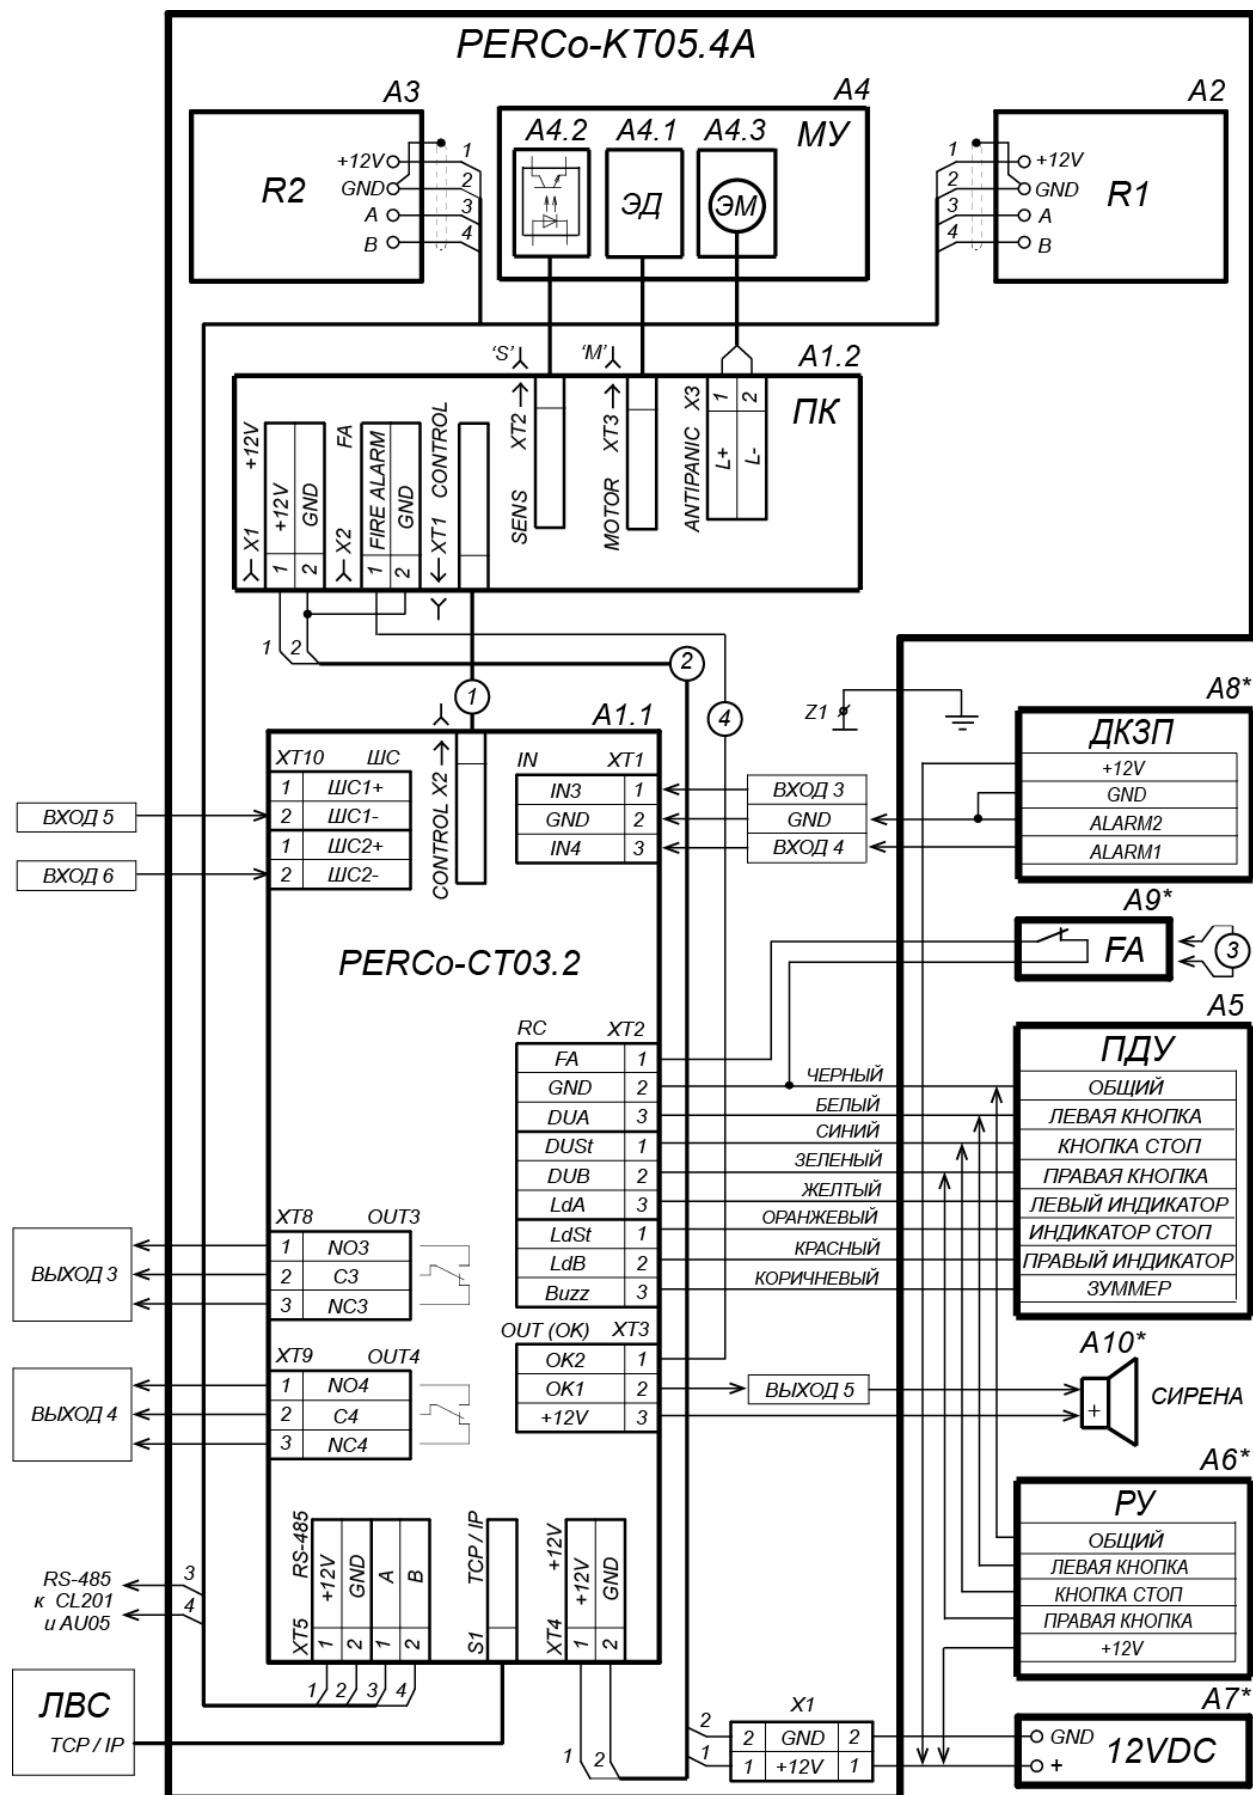

Рисунок 12. Схема подключения ЭП и дополнительного оборудования
Расположение клеммных колодок на нижней плате контроллера ЭП показано на рис. 5, назначение контактов клеммных колодок указано в табл. 1. Схема подключения приведена на рис. 12. Используемые при подключении типы кабелей указаны в табл. 4. При монтаже ЭП придерживайтесь следующей последовательности действий:
- позиционные обозначения А1-А4 и Z1 – указаны на рис.12
11. Подключите кабель питания (15) к клеммной колодке **X1** на кронштейне платы контроллера ЭП согласно схеме, приведенной на рис. 12.
12. Подключите кабель (13) ПДУ (12) к клеммной колодке **XT2** на плате контроллера ЭП согласно схеме, приведенной на рис. 12.
13. Подключите при необходимости кабели от других устройств к соответствующим клеммным колодкам платы контроллера ЭП согласно схеме, приведенной на рис. 12.